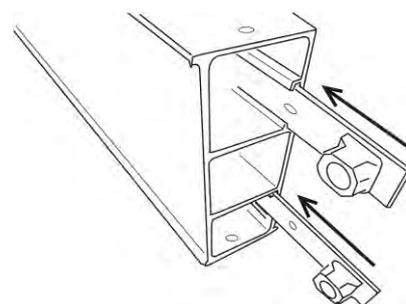

図1
- ①図1を参考に、アルミ・リア・バンパーの2箇所（溝）に付属の取付ステーを2ヶずつ挿入してください。